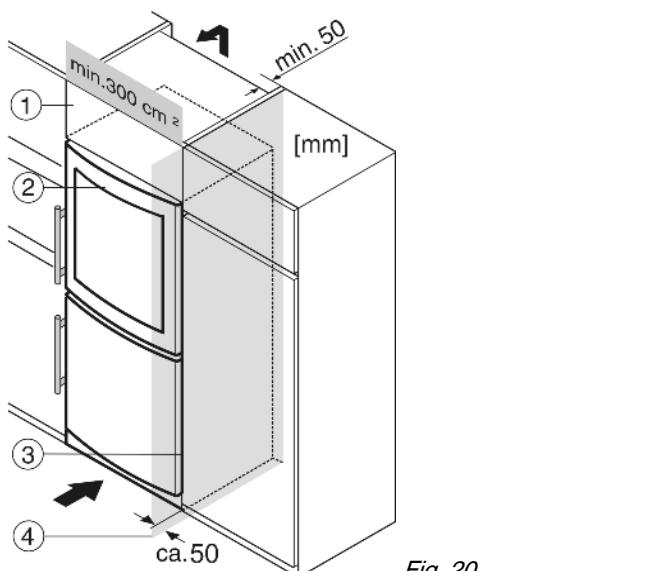

Fig. 20
(2) Устройство
Устройство может быть окружено предметами кухонной обстановки. Чтобы уравнять устройство *Fig. 20 (2)* по высоте с кухонной стенкой, можно установить над устройством соответствующий дополнительный шкафчик *Fig. 20 (1)*.
При комбинировании с обычными кухонными шкафами (глубина макс. 580 мм) устройство можно установить непосредственно рядом с кухонным шкафом *Fig. 20 (3)*. Дверца устройства выступает по сторонам на 34 мм и по центру устройства на 50 мм относительно передней стенки кухонного шкафа. Поэтому ее можно свободно открывать и закрывать. Важно для вентиляции:
Если устройство установлено на шарнирах у стены *Fig. 20 (4)*, то расстояние между устройством и стеной должно быть не менее 50 мм. Настолько выступает ручка при открытой дверце.